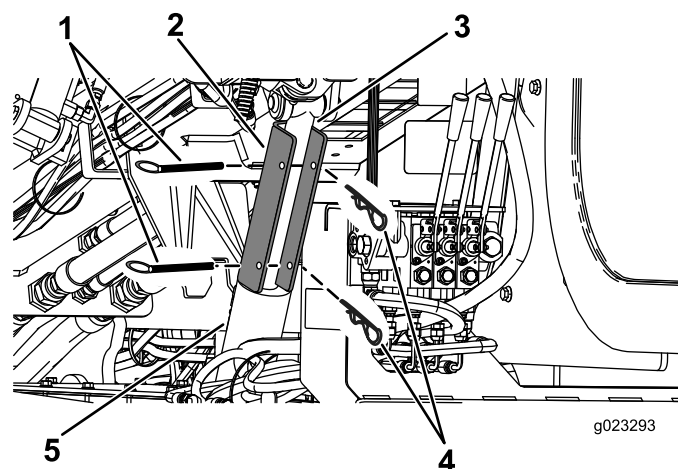

Рисунок 70
- Установите замок на шток гидроцилиндра (Рисунок 70).
- Закрепите замок гидроцилиндра посредством штифта с головкой и шплинта (Рисунок 70).
- Снимите штифт с головкой и шплинт, закрепляющие замок гидроцилиндра (Рисунок 70).